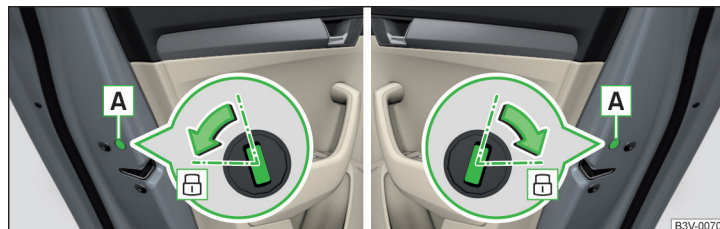

Fig. 350 Bloqueo de emergencia: Puerta atrás a la izquierda/derecha
- Abrir la puerta trasera correspondiente y eliminar el tapacubos [A] » fig. 350.